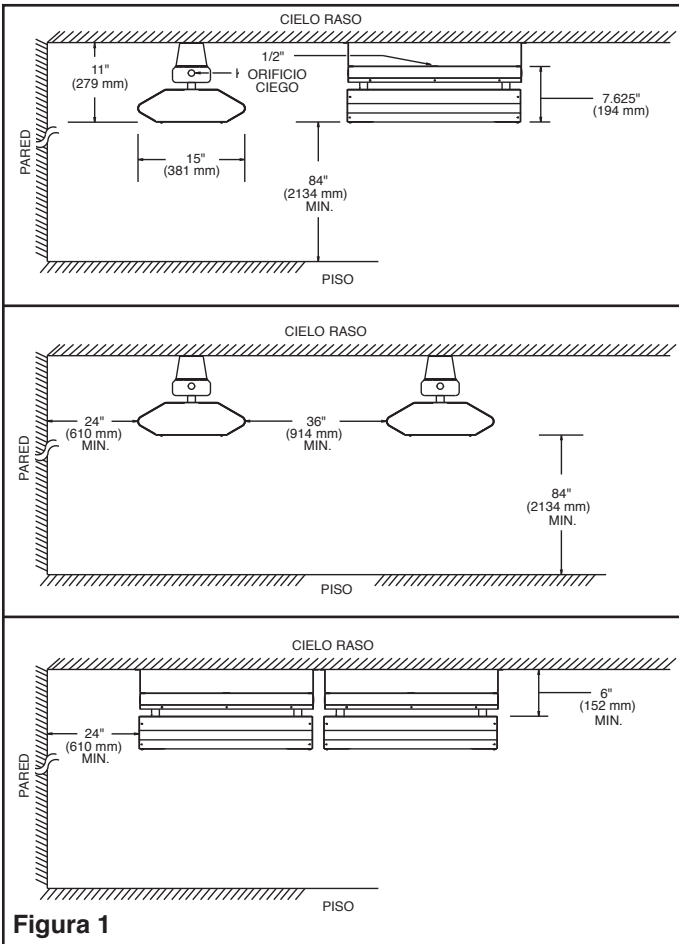

Figura 1
5. Deben mantenerse las separaciones mínimas según especificadas en la Figura 1. Mantener el material combustible tal como cajas, cajones, etc. alejados del calentador.
**Limitaciones de montaje** – Para las limitaciones de montaje referirse a la Figura 1. Observar todas las dimensiones mínimas desde los cielos rasos, paredes, piso y material combustible.